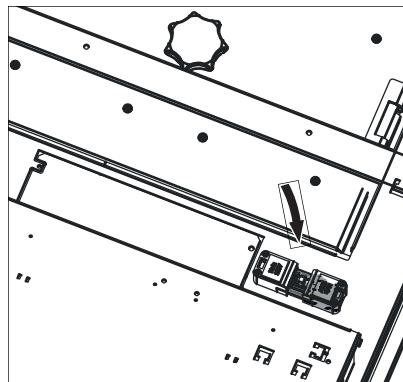

Fig.47 Staccare la spina di rete dell'apparecchio
- ▶ Togliere assolutamente tensione alla caldaia (ad es. staccando la spina di rete) prima di effettuare qualsiasi lavoro di pulizia o riparazione – Fig. 47.
- ▶ Inserire la spina di rete dell'apparecchio – Fig. 47